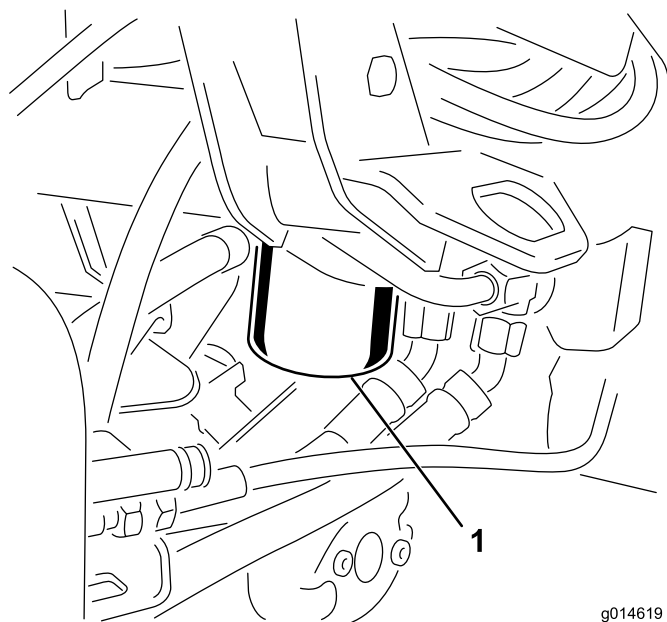

Figura 51
1. Limpie la zona de montaje del filtro (Figura 51). Coloque un recipiente debajo del filtro y retire el filtro.